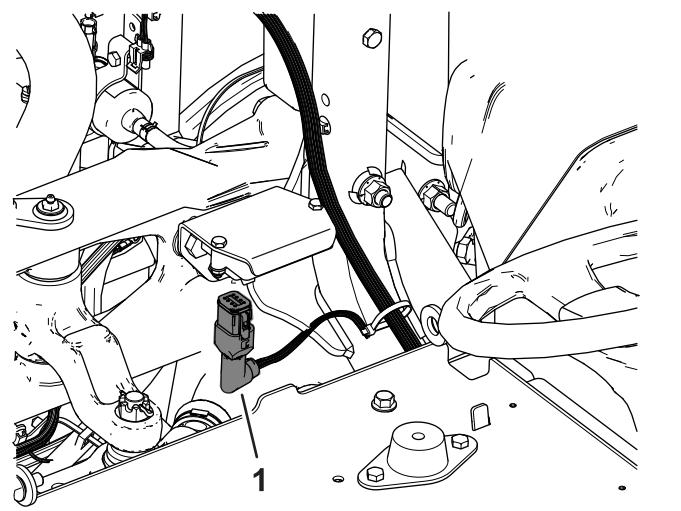
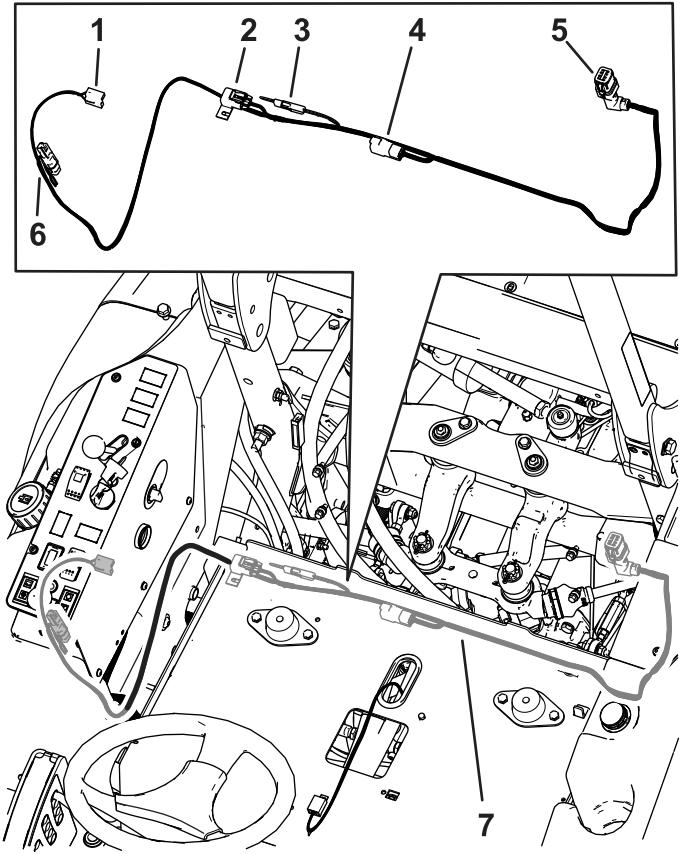

图 5
图 8
6. 将 90° 接头插入传感器中图 5 和图 8。
1. 在座板下方沿着横向通道中的现有线束布置线束 图 8。
3. 将中央接头安装到标有TELEMATICS 远程通信端口或EXPANSION 扩展端口的机器线束接头上 图 8。
4. 将线束连至灯具和警报器 图 8。